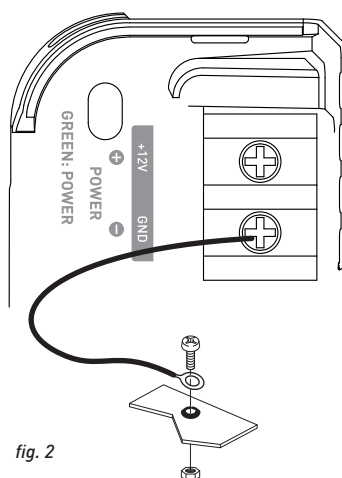

fig. 2
- 10 - Préparer la masse du châssis en grattant toute trace de peinture sur la surface métallique, afin d'assurer une bonne mise à la masse. Les connexions de masse doivent être aussi courtes que possible et TOUJOURS connectées à du métal soudé à la carrosserie ou au châssis du véhicule (fig. 2). Le point de masse généralement retenu est celui assurant la liaison entre la borne négative de la batterie et le châssis du véhicule.
3.3.2 – Se munir du câble d'alimentation négatif (-). Ce câble doit être le plus court possible et ne doit idéalement pas dépasser 1 mètre, afin d'assurer une parfaite liaison entre l'amplificateur et le châssis du véhicule. Le câble et sa section doivent être conformes au tableau en 3.1. Trouver un point de masse adéquat, puis le poncer pour enlever toute trace de peinture ou autre vernis et ainsi optimiser la qualité du contact. Percer la tôle préalablement poncée au diamètre correspondant à la vis choisie en s'assurant qu'aucun passage de câbles réservoir ou autre organe sensible du véhicule ne soit à proximité. Sertir la cosse noire fournie sur l'extrémité du câble. Visser fermement la cosse sur la borne GND de votre amplificateur FDS (*fig. 2*). Etamer l'autre extrémité puis sertir ou souder sur la cosse prévue à cet effet. Insérer la cosse dans la vis, puis mettre la vis et son écrou en place et visser fermement. (*fig. 2*)